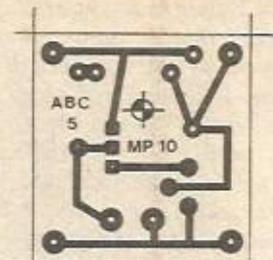

Fig. 3
- **FIG. 3** - Agora, finalmente, os Leitores/Alunos começam a penetrar, na prática, na Moderna Eletrônica! É a primeira plaquinha de Circuito Impresso do nosso "Curso" (simples e elementar, como deve ser todo começo...). A figura mostra, em tamanho natural (ou, como se diz tecnicamente, em escala 1:1...) de modo que possa ser copiada ou "carbonada" diretamente, o lay out, ou seja, o padrão específico de ilhas e pistas cobreadas necessárias às interconexões dos componentes do cir-
- FIG. 7 - "Encaixando" o ALARME. Usando o container (PB112) listado em "DIVERSOS/OPCIONAIS", o acabamento ficará "profissional", além de tornar fácil a acomodação e instalação final. A figura mostra, inicialmente, a caixa aberta, vendendo-se, no seu interior, as posições ocupadas pelo suporte com as pilhas, interruptor e - principalmente - a placa do circuito. Esta deve ser fixada por um parafuso (está prevista a marca de furação para tal parafuso - ver figs. 3 e 4), de modo que o REED fique paralelo e encostado à parte interna da lateral da caixa. Essa disposição é FUNDAMENTAL para o correto funcionamento e perfeita sensibilidade do interruptor magnético, de modo que "por fora" da caixa, a aproximação do imã possa, em repouso, situá-lo à menor distância possível do REED (idealmente